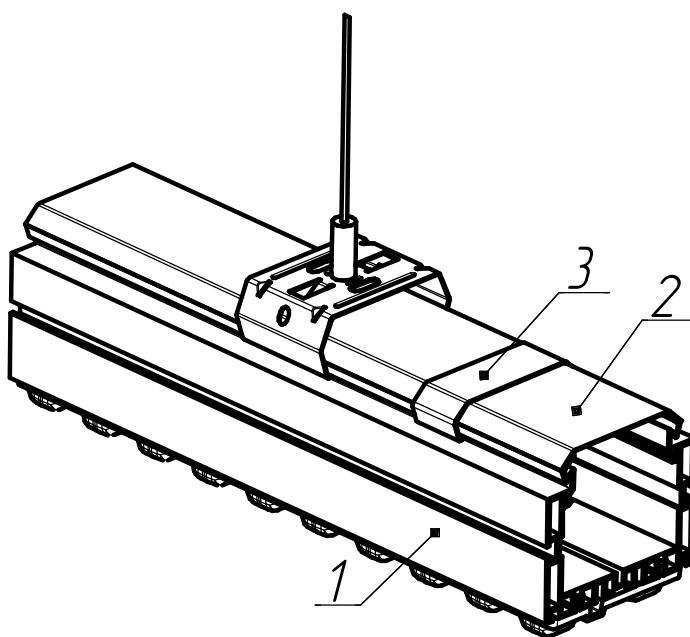

Рисунок 4 - Светильник с защитной крышкой корпуса,
5. Крышка корпуса и скобы фиксаторы, для степени защиты IP23 (рисунок 4.)